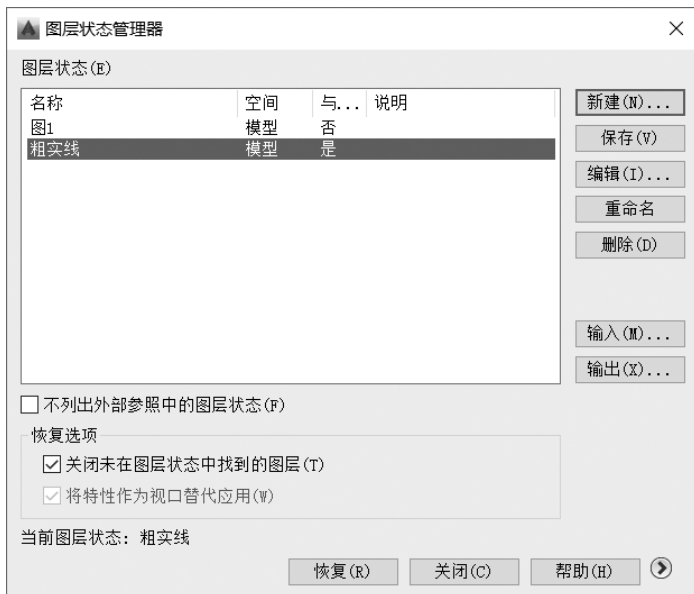

图 4-29 “图层状态管理器”对话框
- 2) 在“图层特性管理器”对话框中, 单击“图层状态管理器”按钮 , 打开“图层状态管理器”对话框, 如图 4-29 所示。